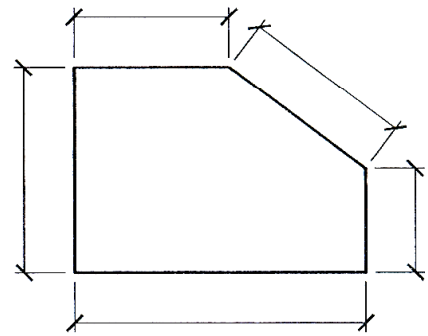
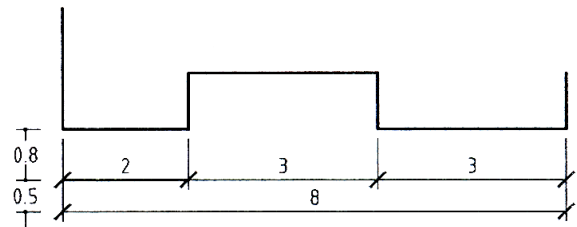

Fig. 3
Fig. 5
❷ **Líneas de Cota:** Son líneas paralelas a la superficie de la pieza objeto de medición. Se traza fina y continua. (fig.3)
③ **Cifras de Cota:** Es un número que indica la magnitud. Se sitúa centrada en la línea de cota. Podrá situarse en medio de la línea de cota, interrumpiendo esta, o sobre la misma, pero en un mismo dibujo se seguirá un solo criterio. Se deberá indicar en el plano en que unidades se está acotando (m, cm, mm) que a su vez irá en función del tamaño de la pieza o nivel de detalle del dibujo. La altura de la cifra de cota está condicionada por el tamaño del croquis o plano a escala y desde luego ha de ser fácil de leer. Se recomienda una altura entre 2 mm y 3,5 mm, procurando aplicar un mismo tamaño dentro de un mismo plano o conjunto de planos.
④ **Símbolo Final de Cota:** Las líneas de cota serán terminadas en sus extremos por un símbolo. Este símbolo puede ser muy variado, entre los distintos tipos de símbolos tenemos: punta de flecha, un pequeño trazo oblicuo a 45°, un pequeño círculo, etc. El símbolo más empleado en la definición de elementos arquitectónicos es el del trazo inclinado a 45° (fig. 5).